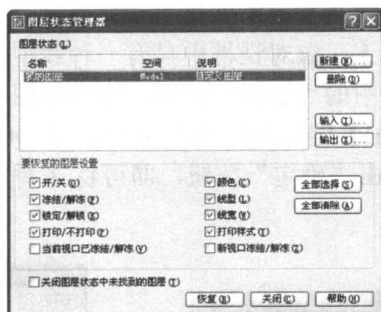

图 1-10 “图层状态管理器”对话框
(3) 在“新图层状态名”文本框中输入图层状态的名字“我的图层”，在“说明”文本框中输入说明文字“自定义图层”，单击“确定”按钮，弹出如图 1-10 所示的“图层状态管理器”对话框。